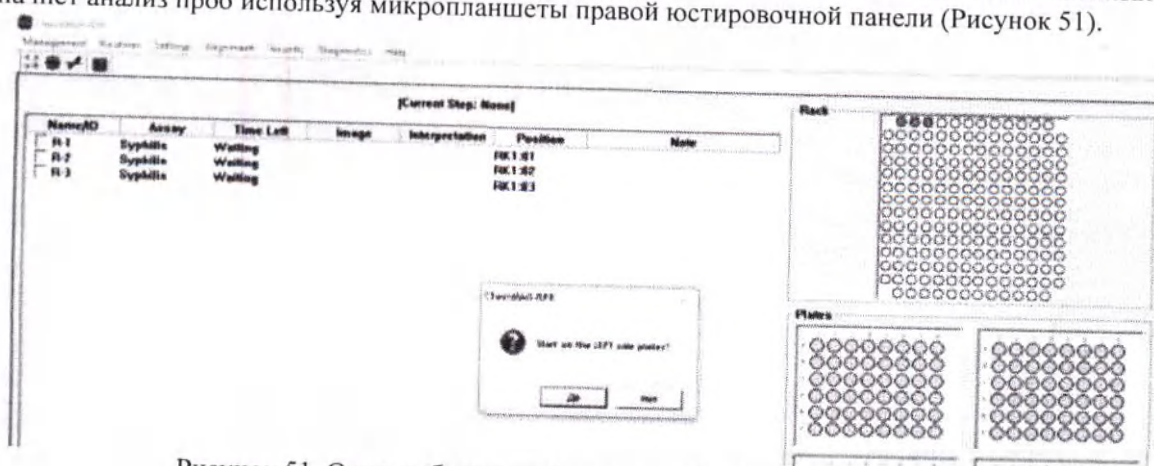

Рисунок 51. Окно выбора левой или правой юстировочной панели.
10) В появившемся окне, нажать «Да», после чего анализатор начнет анализ проб используя микропланшеты левой юстировочной панели. В случае нажатия «Нет» анализатор начнет анализ проб используя микропланшеты правой юстировочной панели (Рисунок 51).